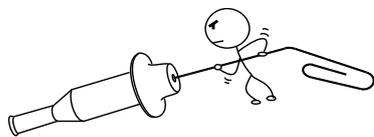

FIG.1
- (1)バルブアセンブリの交換
- (2)バルブピースの清掃(FIG.1)